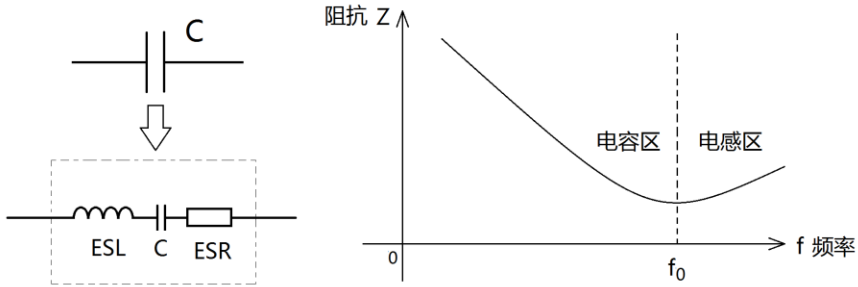

图 1.15 电容器实际模型
- 3) 如图 1.15 所示，实际电容的简化模型为等效串联电阻 ESR、等效串联电感 ESL 与理想电容三者的串联。在低频段，所有电容均表现为电容特性，即频率越高阻抗越低